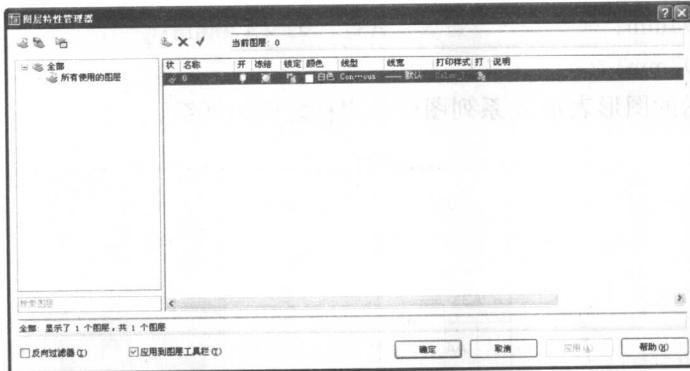

图 1-3
(1) 在命令行中输入“LAYER”，按 Enter 键，弹出“图层特性管理器”对话框，如图 1-3 所示。